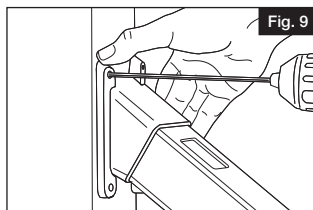

Fig. 9
- e. Luego, coloque el primer tornillo #10 de 1/4" a través del soporte inferior en el poste (Fig. 9).
- Marque todos los orificios del soporte. Taladre los orificios del soporte con una broca de  $\frac{1}{8}$ " (Fig. 9).